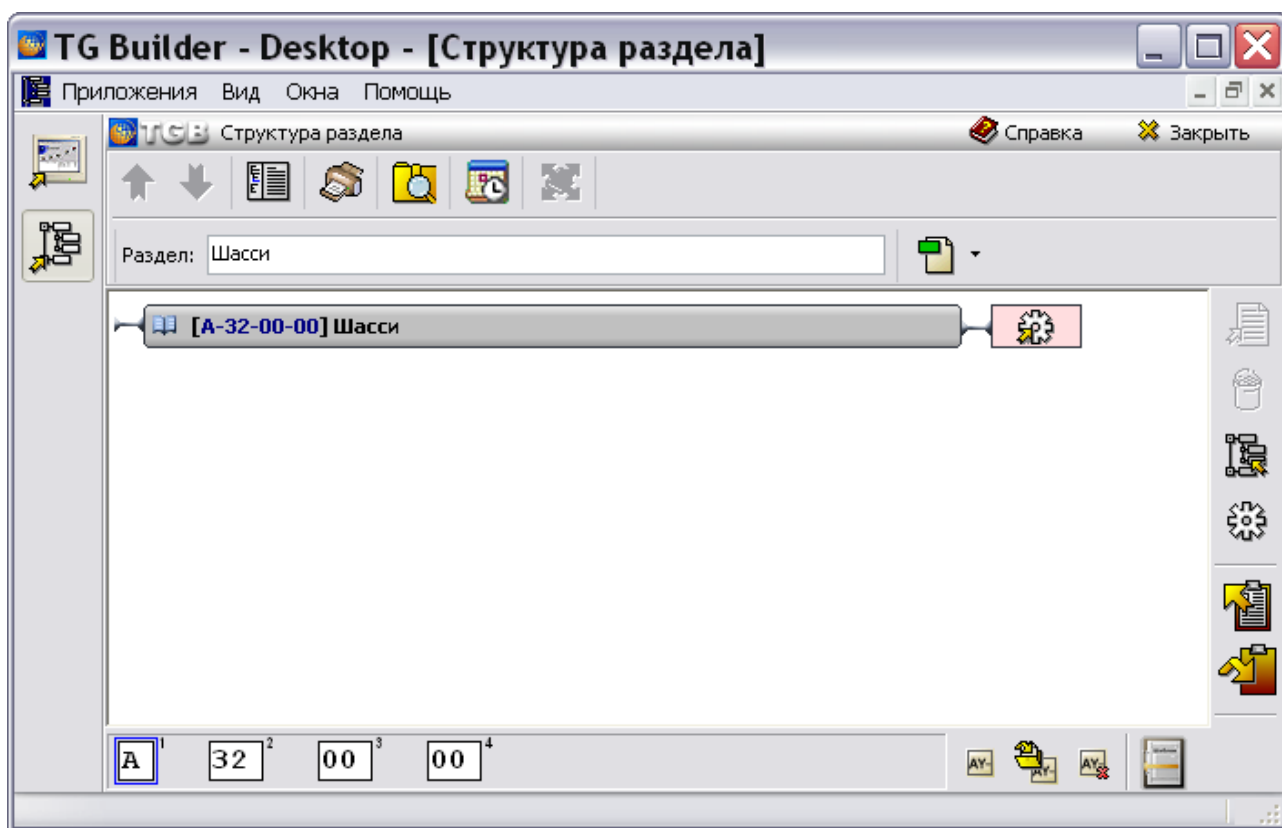

Рис. 2.77
2. В окошке раздела **Документы для разработки** щелкните по названию документа **Шасси** два раза левой кнопки мыши. При этом откроется диалоговое окно **Структура раздела**, в котором находится та часть проекта, за которую **Руководитель** назначил ответственной пользователя **Волкову** (Рис. 2.77).